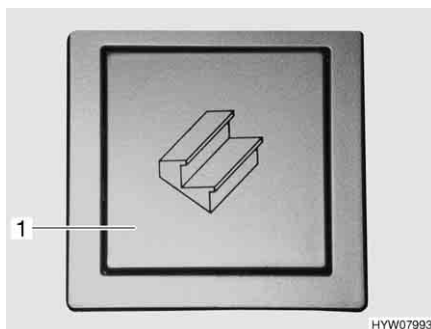
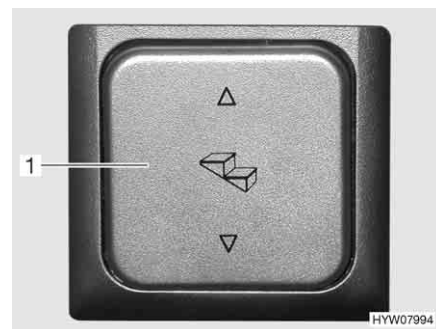
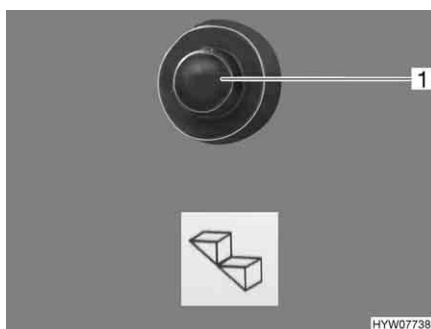

Fig. 4 Interruttore a bilico dello scalino di ingresso
Fig. 5 Interruttore a bilico dello scalino di ingresso (alternativa)
Fig. 6 Interruttore a pressione per scalino di ingresso (a seconda del modello)
- Premere l'interruttore a bilico (Fig. 4,1 o Fig. 5,1) nella zona di ingresso oppure premere l'interruttore a pressione (Fig. 6,1) sul cruscotto nella cabina di guida.